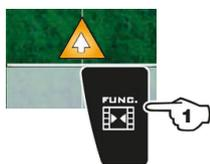

Fig. 217
- 2 Appuyez sur **F6** pour vous aligner sur la position actuelle. La trace de référence plus proche (**A** en Fig. 217) se déplace et s'aligne au centre du tracteur : de ce fait, toutes les autres traces de référence se déplacent. En raison de l'alignement la valeur d'écartement **>2.0>** (**B**) devient **0.0**.